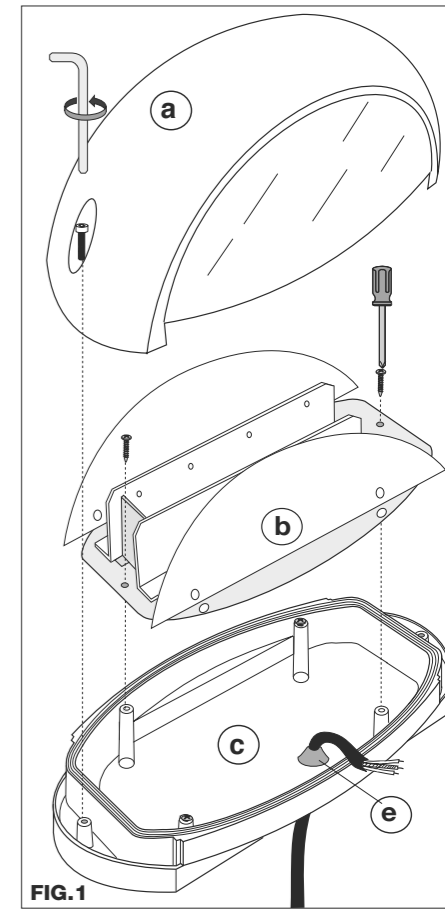

FIG.1
- Die Schrauben der Komponentenplatte lösen und die Komponentenplatte abnehmen **(FIG.1b1)**.
- Aflojar los tornillos de la placa de los componentes **(FIG.1b1)**.